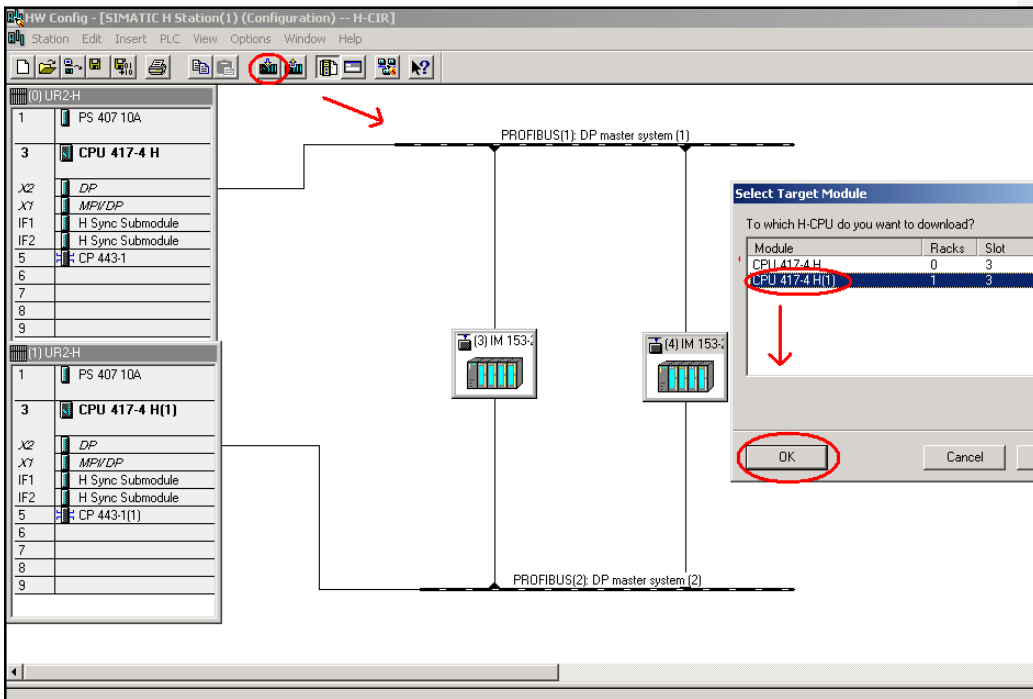

图 4-8 下载组态信息到处于停止模式的 CPU 中
(9) 在硬件组态中选择已处于停止状态的 CPU417-4H(1)下载，如图 4-8 所示：